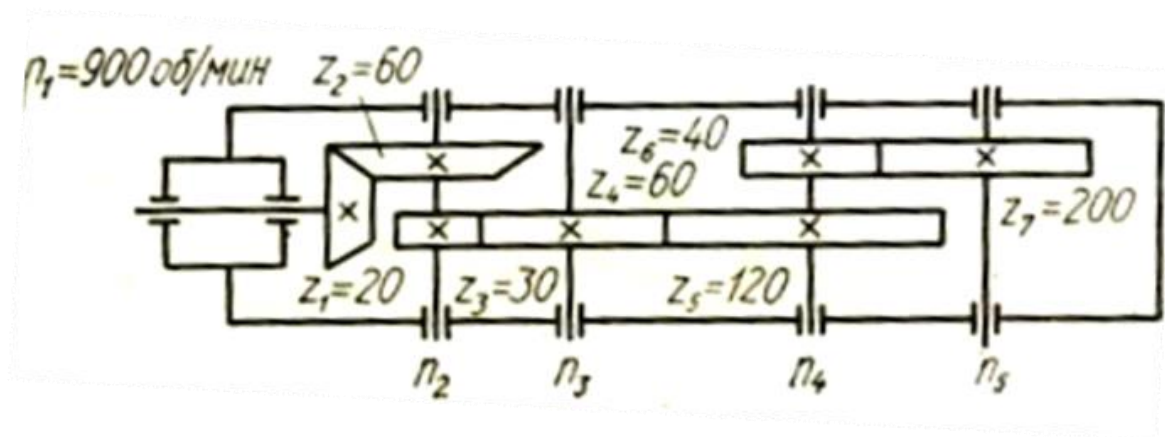

Рис. 4.
3.13. По заданным условиям определить частоту вращения на выходе n_5 (рис. 4).